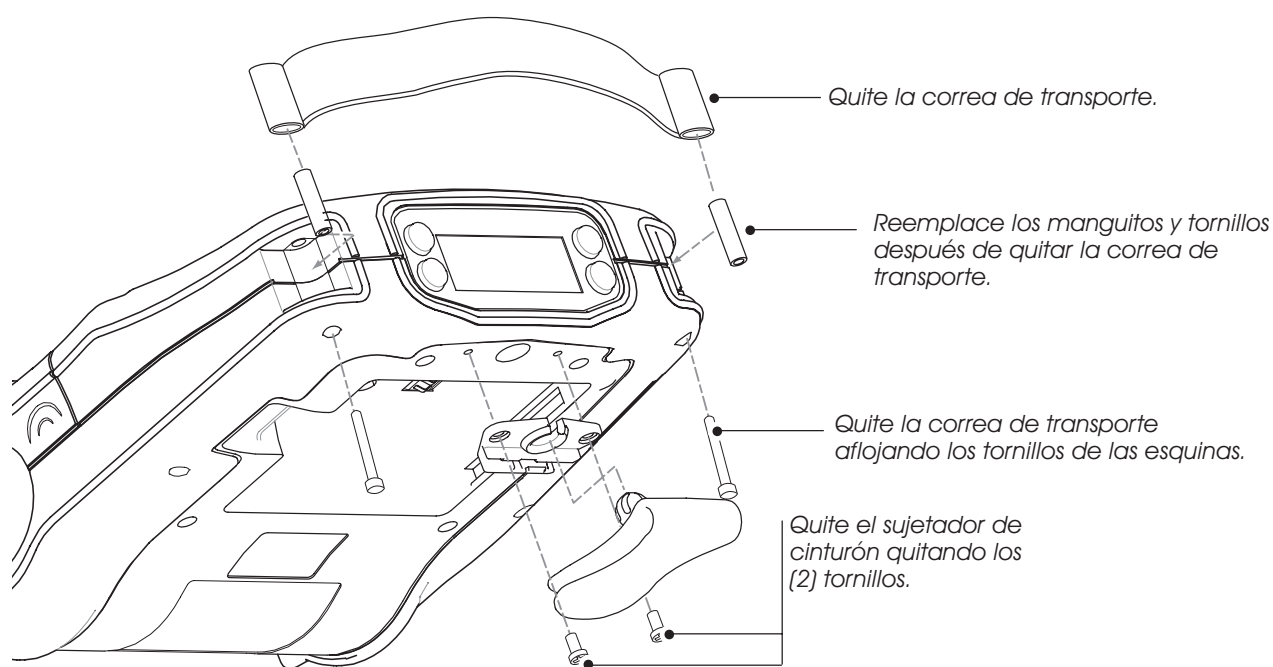

Figura 4:
- Si su impresora tiene una correa de transporte, debe quitársela siguiendo el procedimiento a continuación (remítase a la Figura 4):
1. Afloje los (2) tornillos #4-40 de 1 pulg. que unen las esquinas superiores de la impresora.
2. Quite la correa de transporte y los (2) manguitos.
- Quite el sujetador de cinturón de la parte posterior de la impresora (remítase a la Figura 4).